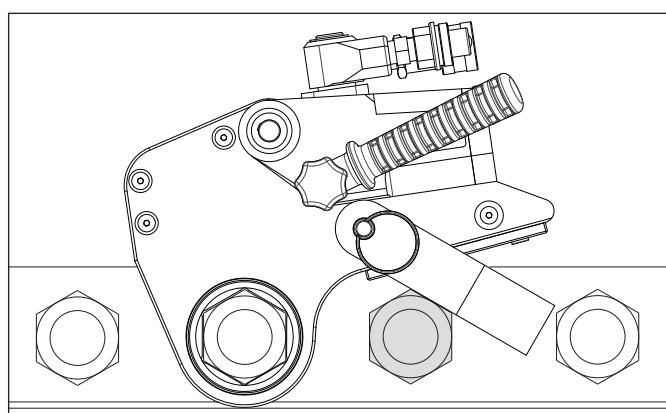

Abbildung 14: Verwendung des Abstützfußes
- Falls erforderlich, befestigen Sie den verlängerten Abstützarm oder den Abstützfuß, wie in Abbildung 14/15 dargestellt, um ein Abstützen gegen die Seite des Flansches zu ermöglichen.